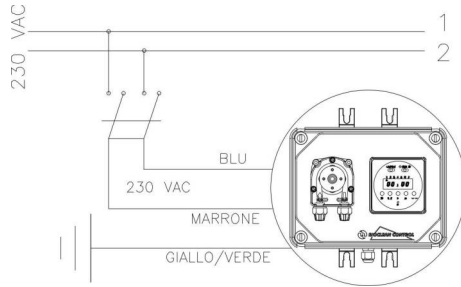

fig. 2
- b. - Respecter les normes en vigueur dans les différents pays pour ce qui est de l'installation électrique (fig. 2). Si le câble électrique n'a pas de fiche électrique, l'appareil doit être relié au réseau d'alimentation par l'intermédiaire d'un interrupteur omnipolaire sectionneur ayant une distance minimum entre les contacts de 3 mm. Avant d'accéder aux dispositifs de raccordement, tous les circuits d'alimentation doivent être coupés.